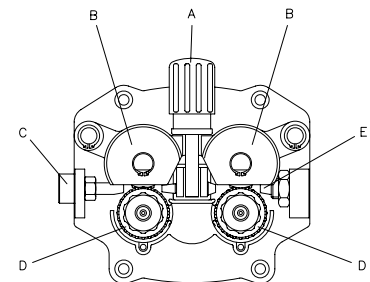

FIG. 9
- Afrouxe e baixe o botão plástico (A) e solte a alavanca de pressão do arame (B) (Fig.9). Extraia os eventuais resíduos de arame da bainha (E).
- Solte o arame da bobina e mantenha-o apertado com dois alicates, de modo que não possa desenrolar-se. Se necessário, endireite-o antes de o inserir na guia de entrada (C) do arame. Insira o arame fazendo-o passar sobre o rolo inferior (D) e na bainha (E).
- Abra o painel lateral. Afrouxe e baixe o botão plástico (A) e solte a alavanca de pressão do arame (B) (Fig.9). Corte o arame (desde que já tenha sido carregado) mantendo-o sempre preso com os alicates, de modo que não se desenrole, e fixe-o no furo apropriado na roda dentada. Afrouxe o bico e remova o cabeçote da tocha e, com dois alicates, remova o arame da bainha.